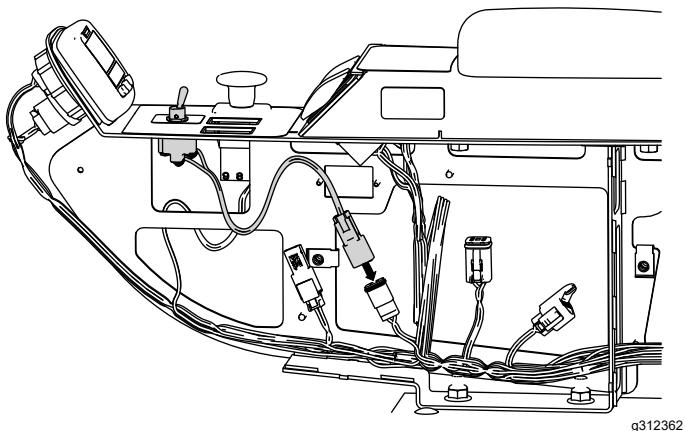

Figure 23
9. Connectez l'interrupteur à bascule au faisceau de la machine, comme montré à la Figure 23.